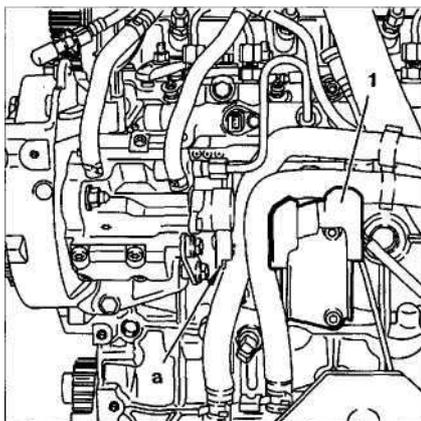

Рис. 7.47. Отсоедините опору 1 топливного фильтра. Отсоедините разъем проводки топливного насоса в точке «а».
4. Отсоедините опору 1 топливного фильтра (рис. 7.47). Отсоедините разъем проводки топливного насоса в точке «а».